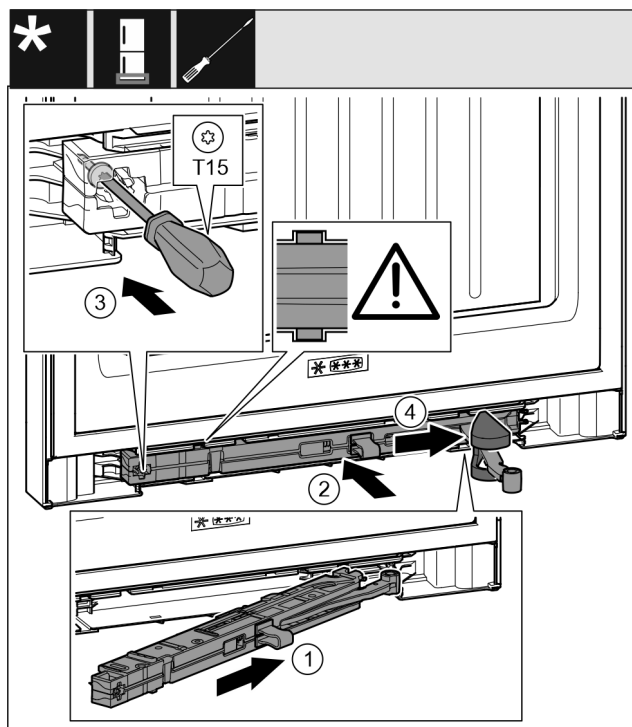

Fig. 48
- Jednotku tlumiče zavírání Fig. 48 (1) na straně stojanu ložiska zasuňte až na doraz šikmo do vybrání.
- Jednotku tlumiče zavírání Fig. 48 (2) zcela zasuňte do výklenku.
- Šroubovákem šroub Fig. 48 (3) pevně utáhněte.
- Posuňte kryt Fig. 48 (4) přes kloub.